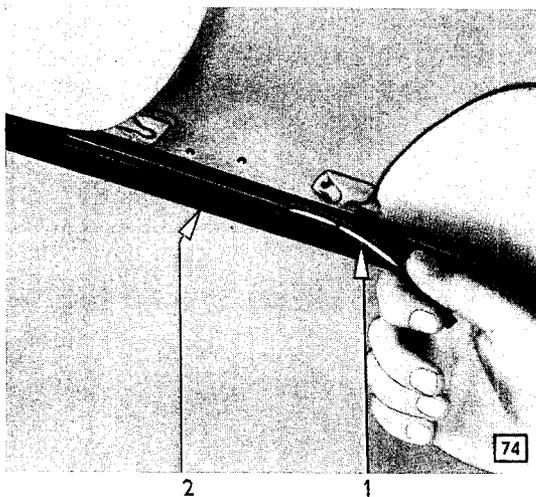

Bild 1 - Gummischnur aus Gummifassung herausziehen
2. Gummischnur (1/1) aus Gummifassung (1/2) rings um Windschutzscheibe herausziehen (Bild 1).